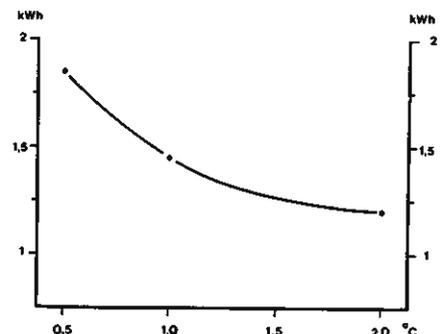

Fig. 25 Influence du réglage de l'enrichissement sur la consommation d'énergie
- enclenchement trop fréquent et inutile du thermostat (thermostat défectueux ou mal réglé) (fig. 25)